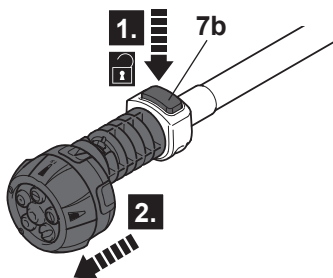

Fig. 6
1. Pressione o botão de desbloqueio (7b) (Fig. 6, etapa 1) e remova o bico (etapa 2).